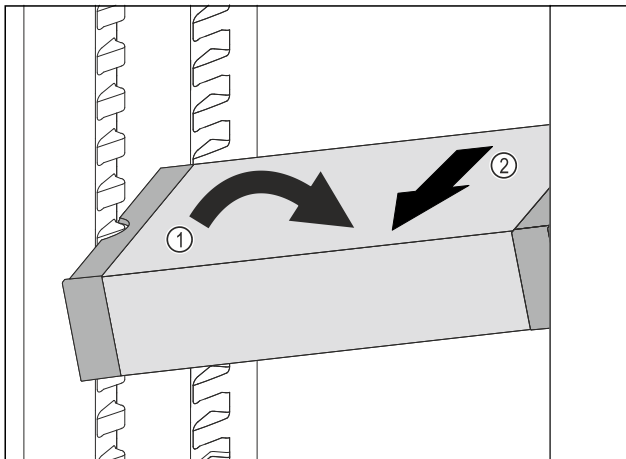

Fig. 111
- Incliner le VarioSafe dans la partie réfrigérateur. Fig. 111 (1)
- Sortir le tiroir VarioSafe par l'avant. Fig. 111 (2)